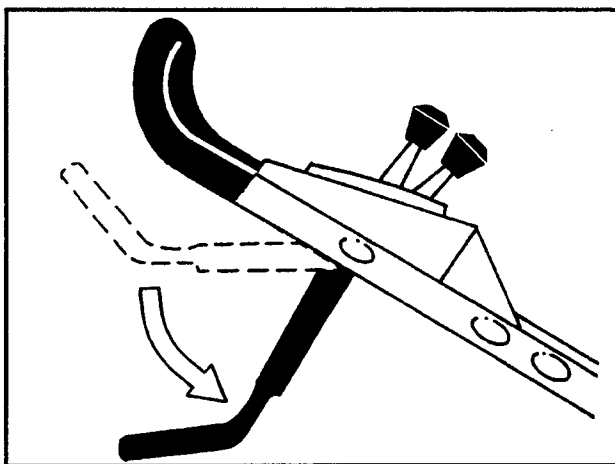

Figure 15
2. Abaissez la barre de commande jusqu'à sa position la plus basse (fig. 15).